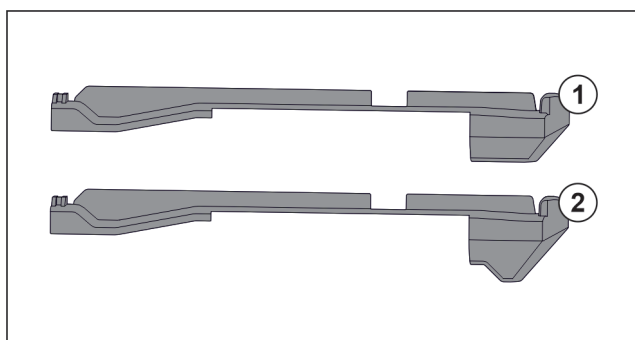

Fig. 149 Primerjava natičnih nastavkov
V napravi sta dva različna natična nastavek. Natični nastavek nad povsem spodnjim predalom Fig. 149 (2) ima trikotni rob. Vsi ostali natični nastavki Fig. 149 (1) imajo raven rob.
- ▶ Natični nastavek Fig. 149 (2) s trikotnim robom namestite nad povsem spodnjim predalom.
- ▶ Natični nastavek Fig. 149 (1) z ravnim robom namestite na vsa preostala mesta.